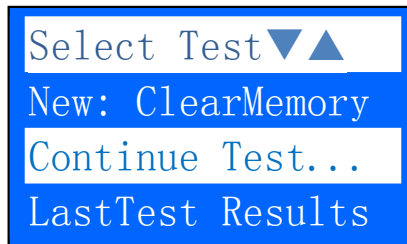

Abbildung 49
3. Es wird zunächst ein Selbsttest durchgeführt. Nach Abschluss erhalten Sie die unten aufgeführte Meldung (Abb. 49)